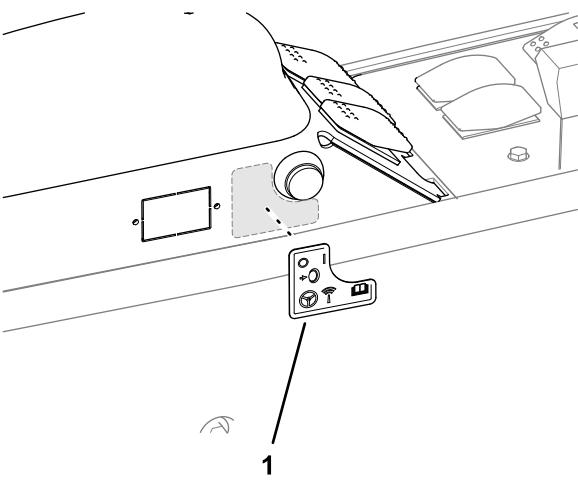

Figura 111
6. Coloque o autocolante de engate remoto da direção automática no painel do braço, como se mostra na Figura 111.